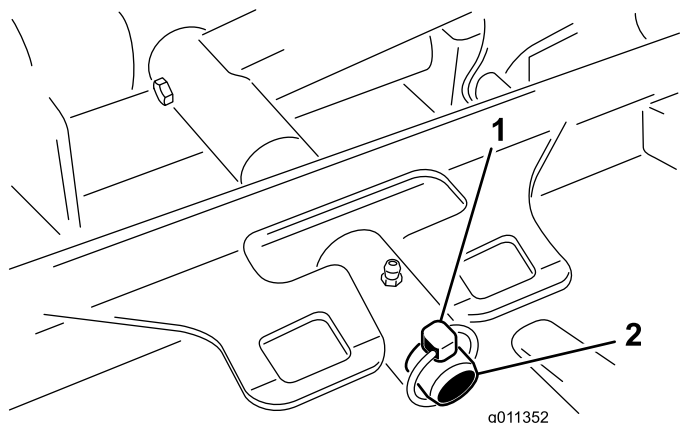

Figura 68
3. Retire el pasador de seguridad o la tuerca de retención que sujeta el bastidor de tiro de la carcasa a la barra de giro del brazo de elevación (Figura 68).
3. Deslice el bastidor de tiro de la carcassa sobre el pasador de giro del brazo de elevación. Sujételo con un pasador de seguridad o una tuerca de retención (Figura 68).